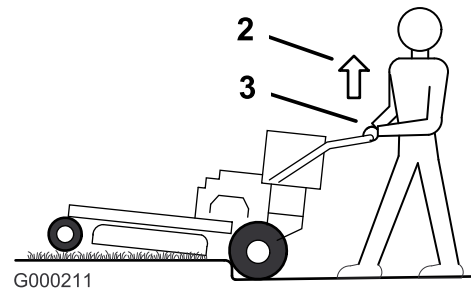
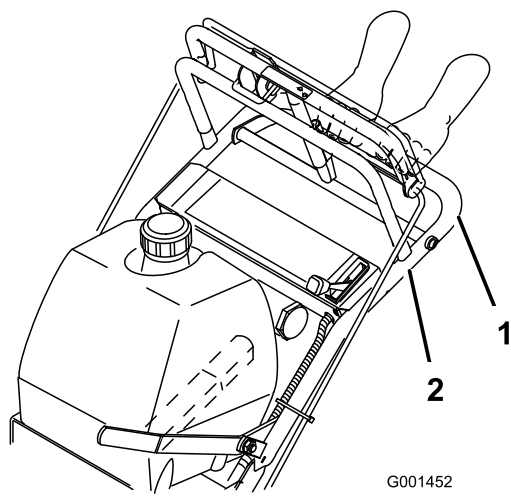

Figure 9
Figure 10
3. Conduisez la machine jusqu'à ce que les roues pivotantes touchent la bordure (Figure 9).
4. Appuyez sur la poignée inférieure pour soulever l'avant de la machine (Figure 9).
5. Conduisez la machine jusqu'à ce que les roues motrices touchent la bordure (Figure 9).
6. Abaissez l'avant de la machine (Figure 9).
7. Engagez la barre de commande inférieure et soulevez la poignée inférieure simultanément pour monter sur la bordure (Figure 9 et Figure 10).
3. Conduisez la machine jusqu'à ce que les roues motrices touchent la bordure (Figure 9).
4. Engagez la barre de commande inférieure et soulevez la poignée inférieure simultanément (Figure 9 et Figure 10).